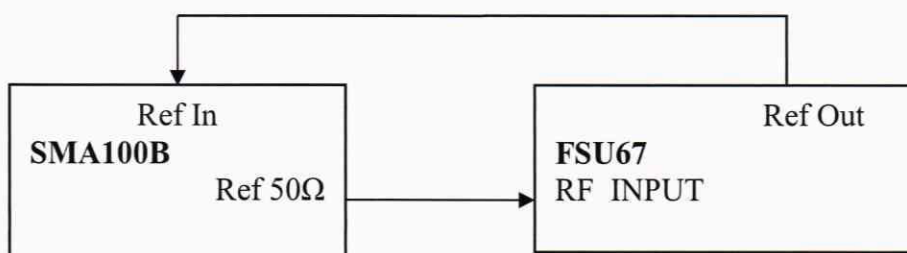

Рисунок 3
Выполнить соединение средств измерений в соответствии со схемой, приведённой на рис. 3.
7.6.1 Выполнить соединение СИ в соответствии со схемой, приведённой на рис. 3. На генераторе установить немодулированный сигнал частотой $f_{\text{нес}} = 10$ МГц и уровнем 10 дБ (1 мВт). На анализаторе спектра опорный уровень 10 дБ (1 мВт), центральную частоту равную частоте генератора, полосу пропускания 1 кГц. Включить режим автоматического измерения гармонических составляющих. Повторить измерения на частотах $f_{\text{нес}}$ равных 1,001 ГГц; 2,999 ГГц; 5,999 ГГц; 12,74 ГГц; 19,999 ГГц; в зависимости от установленной частотной опции генератора (на частоте 31,79 ГГц измерить только уровень 2-ой гармоники).